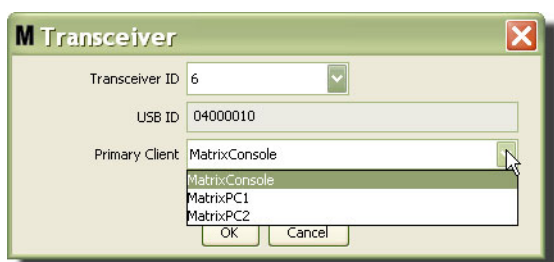

FIG. 91
5. Pour modifier le client principal affecté à un émetteur-récepteur, cliquez sur la flèche à côté du champ du Principal Client pour afficher le menu déroulant FIG. 91. Le but de l'attribution d'un Principal Client à un émetteur-récepteur est d'acheminer correctement les demandes d'autorisation d'accès à l'entrepôt de pièces (PRA) des compteurs au propre ordinateur du client. Si le mode PRA n'est pas utilisé, il suffit d'attribuer tous les émetteurs-récepteurs au client de Console Matrix par défaut.